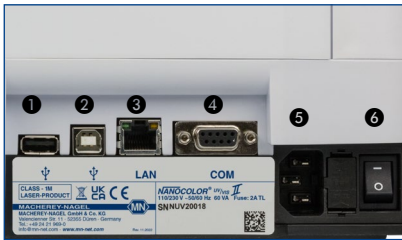
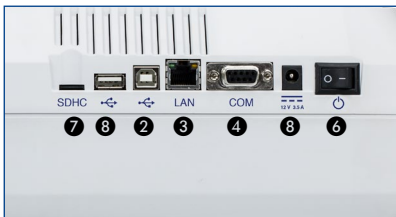

Fig. 1: Vue arrière UV/VIS II
Fig. 2: Vue arrière VIS II
Le NANOCOLOR® UV/VIS II requiert une tension de 110 / 230 V (~ 50 / 60 Hz). Raccorder la fiche du bloc d'alimentation au connecteur secteur (Fig. 1 ⑤) à l'arrière de l'appareil.
Le NANOCOLOR® VIS II requiert une tension de 12 V (min. 3,5 A). Raccorder l'adaptateur au bloc d'alimentation puis raccorder le bloc d'alimentation au connecteur secteur (Fig. 2 ⑤) à l'arrière de l'appareil.
L'interrupteur marche/arrêt du *NANOCOLOR*[®] ^{UV}/_{VIS} II (Fig. 1 ❶) / *NANOCOLOR*[®] *VIS* II (Fig. 2 ❷) se trouve à l'arrière de l'appareil. Mettre l'appareil en marche. Après la mise en marche, un écran d'accueil avec le logo du fabricant s'affiche. L'appareil commence par effectuer un test de fonctionnement qui prend environ 1 minute. Lorsque le test est terminé, une fenêtre s'ouvre avec le résultat. Appuyer sur  ou sur  pour afficher l'écran d'accueil de l'appareil. L'appareil est maintenant opérationnel. Une icône ^{UV}/_{VIS} II / *VIS* II dans le coin supérieur gauche de l'écran indique l'état de marche de l'appareil. Si elle est verte, cela signifie que l'appareil est opérationnel. Si elle est rouge, cela signifie que l'appareil n'est pas opérationnel ou qu'il est en train d'effectuer une mesure.